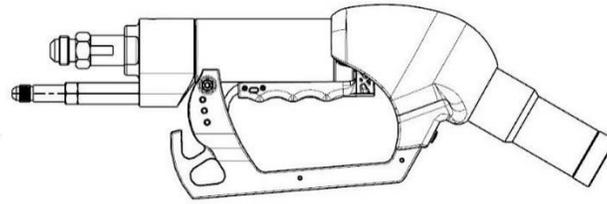

Figure 3 – Position MARCHE de levier
3. Soulevez le levier de pistolet jusqu'à ce que le loqueteau engrène la position MARCHE (Figure 3). On entend un « CLIC ».